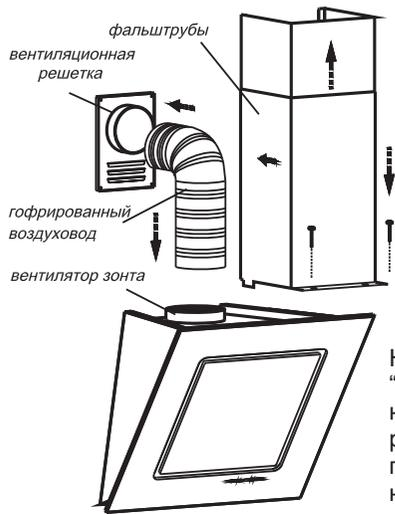

РИС. 7
6.3 Соедините вентилятор с вентиляционной решеткой полужестким гофрированным воздуховодом (рис. 7).
6.4 Установка фальштруб (рис. 7).